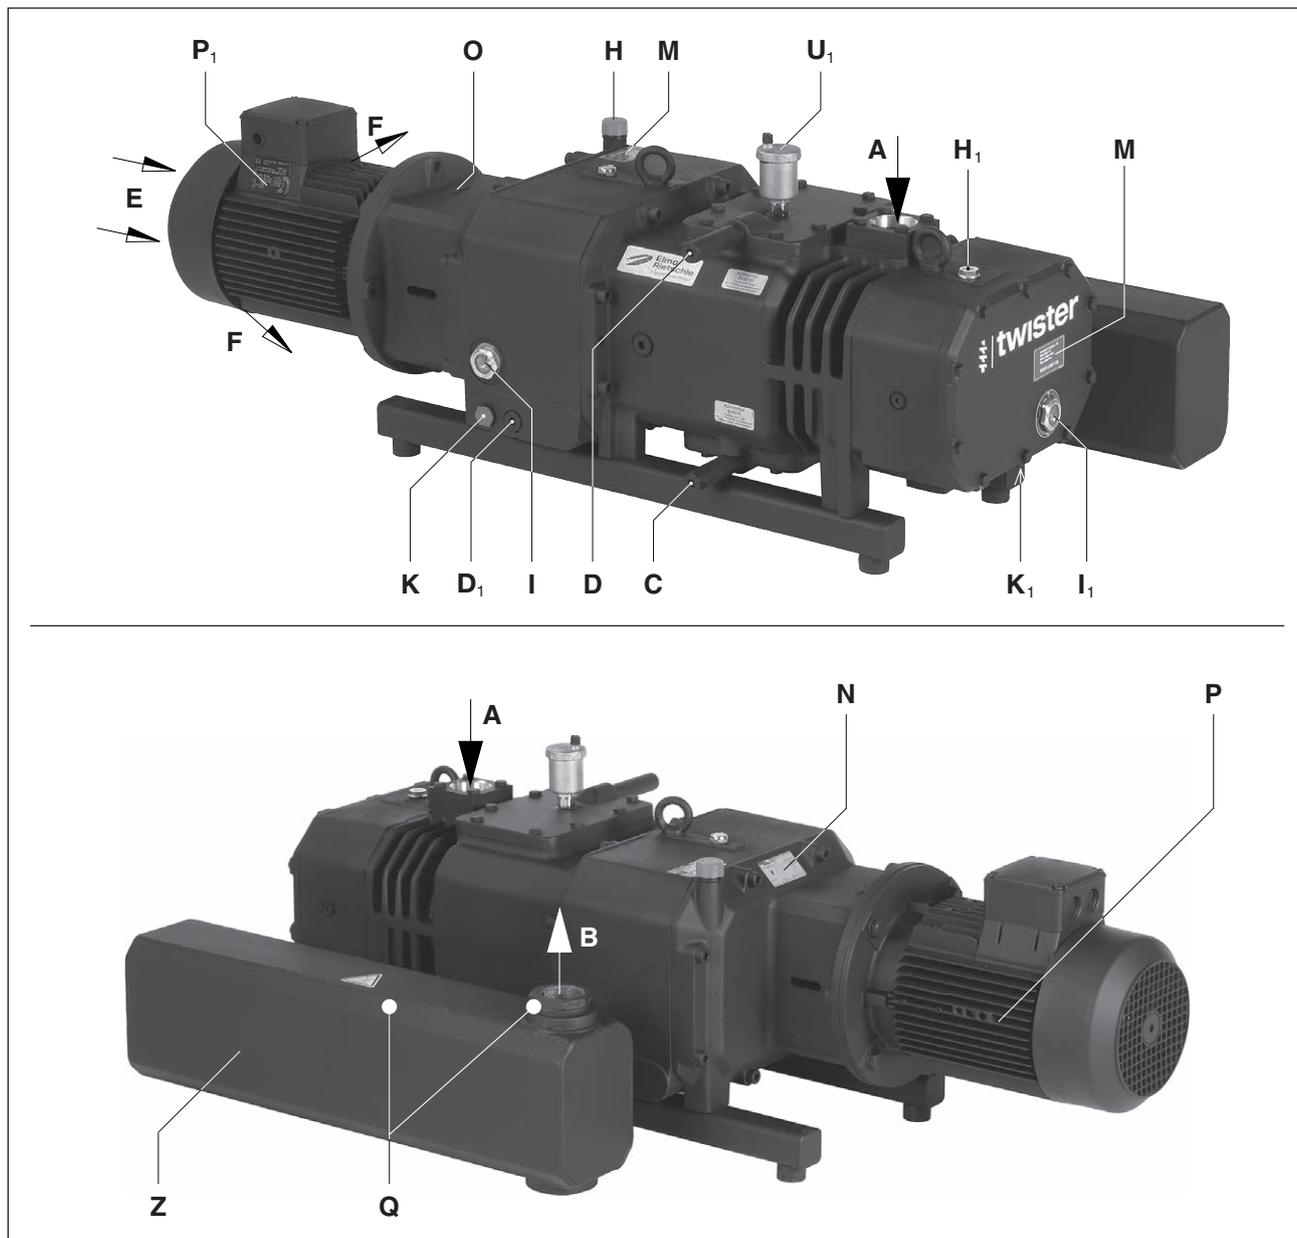

Fig. 2 Pompe à vide S-VSI 100
Le point de remplissage d'huile (fig. 2/H, H1), les voyants d'huile (fig. 2/I, I1), les points de vidange d'huile (fig. 2/K, K1) l'entrée d'eau de refroidissement (fig. 2/C) et la sortie d'eau de refroidissement (fig. 2/D) doivent être facilement accessibles.
Les entrées (fig. 2/E) et sorties (fig. 2/F) d'air de refroidissement doivent être espacées des parois avoisinantes d'au moins 30 cm. L'air de refroidissement refoulé ne doit pas être réaspiré.
- a) Raccord du vide à (Fig. 2/A).
- b) L'air aspiré peut être évacué par le silencieux de refoulement (ZSZ) à (fig. 2/B) via un flexible ou la tuyauterie.
**L'ouverture d'évacuation (fig. 2/B) ne doit être ni fermée ni rétrécie.**
- a) Raccorder la conduite d'arrivée d'eau de refroidissement à l'entrée d'eau de refroidissement (fig. 2/C) et celle d'évacuation à la sortie d'eau de refroidissement (fig. 2/D).
- a) Verser l'huile de lubrification pour pignons et paliers (pour le type d'huile approprié, voir la rubrique « maintenance ») par les points de remplissage d'huile (fig. 2/H, 2/H1) jusqu'à la moitié des voyants d'huile (fig. 2/I, 2/I1).
- a) Les données électriques du moteur sont indiquées sur la plaque signalétique de l'appareil (Fig. 2/N) ou sur celle du moteur (Fig. 2/P1). Les moteurs sont conformes à la norme DIN EN 60034 et ils sont exécutés dans la classe de protection IP 55 et la classe d'isolation F. Le schéma de raccordement se trouve dans la boîte à bornes du moteur (ceci ne concerne pas les exécutions avec prise). Vérifier que les données électriques du moteur sont bien compatibles avec le réseau (type de courant, tension, fréquence, intensité admissible).